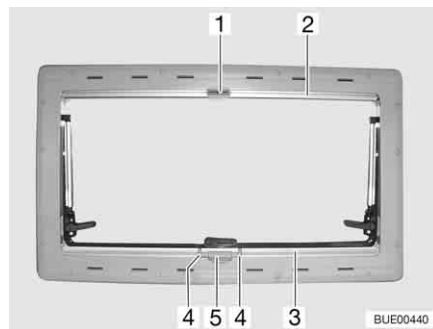

Fig. 59 Fenêtre projetante
- Appuyer sur la poignée (Fig. 59,4) et tirer de bas en haut le store occultant (Fig. 59,3) jusqu'à la hauteur souhaitée.
- Appuyer sur la poignée (Fig. 59,4). Le dispositif de blocage sera alors débloqué.
- Laisser revenir lentement le store occultant (Fig. 59,3) sur la position initiale.
- Tirer la moustiquaire (Fig. 59,2) vers le bas jusqu'à ce qu'elle touche le store occultant (Fig. 59,3) et que le verrou (Fig. 59,1) s'enclenche dans le dispositif de verrouillage (Fig. 59,5).
- Débloquer le verrou (Fig. 59,1).